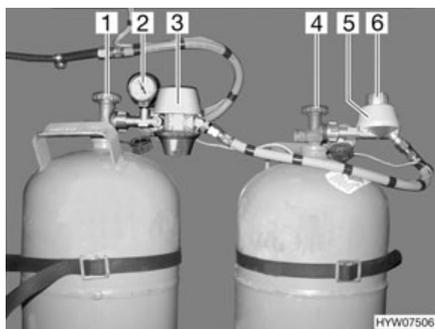
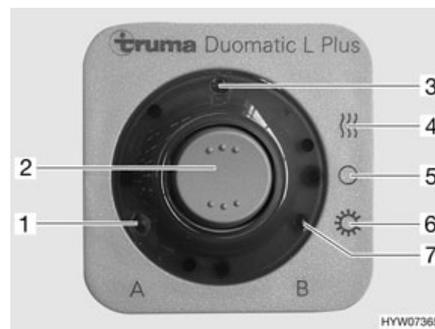

Fig. 97 Dispositif de commutation Duomatic
Fig. 98 Unité de commande
Le dispositif de commutation Duomatic consiste en un régulateur central (Fig. 97,3) et un régulateur de commutation (Fig. 97,5). Un bouton rotatif (Fig. 97,6) situé sur le régulateur de commutation permet de définir laquelle des bouteilles de gaz est celle de service et laquelle est celle de réserve.
Le manomètre (Fig. 97,2) du régulateur central affiche la pression dans la bouteille de gaz et non pas le niveau de remplissage de la bouteille. Le manomètre permet de contrôler l'étanchéité de la bouteille de gaz.
Seules les fonctions électriques peuvent être activées sur l'unité de commande (Fig. 98). Les robinets principaux des bouteilles de gaz (Fig. 97,1 et 4) doivent être ouverts manuellement.
- Ouvrir les robinets principaux des bouteilles de gaz (Fig. 97,1 et 4).
- Choisir la bouteille de gaz avec le bouton rotatif (Fig. 97,6) situé sur le régulateur de commutation (Fig. 97,5) à partir de laquelle le gaz sera utilisé principalement (bouteille de service).
Lorsque le bouton rotatif se situe dans le domaine rouge, le gaz est prélevé prioritairement à partir de la bouteille de gaz équipée du régulateur central (Fig. 97,3).
Lorsque le bouton rotatif se situe dans le domaine vert, le gaz est prélevé prioritairement à partir de la bouteille de gaz équipée du régulateur de commutation (Fig. 97,5).
- Mettre en marche le dispositif de commutation Duomatic sur l'unité de commande (Fig. 98).
Pour ce faire, régler le commutateur à bascule (Fig. 98,2) sur régime hiver "Marche et chauffage" (Fig. 98,4) ou bien sur régime été "Marche" (Fig. 98,6). Les deux régulateurs de pression du gaz sont maintenant désaérés. Le voyant de contrôle (Fig. 98,3) s'allume.
- Mettre le commutateur à bascule (Fig. 98,2) sur "O" (Fig. 98,5). Le voyant de contrôle (Fig. 98,3) s'éteint.
- Fermer les robinets principaux des bouteilles de gaz (Fig. 97,1 et 4).
Les voyants de contrôle de l'unité de commande (Fig. 98) signalisent à l'intérieur du véhicule si les bouteilles de gaz sont en état de marche.
- Voyant de contrôle "A" (Fig. 98,1) : Bouteille de gaz raccordée au régulateur central
- Voyant de contrôle "B" (Fig. 98,7) : Bouteille de gaz raccordée au régulateur de commutation